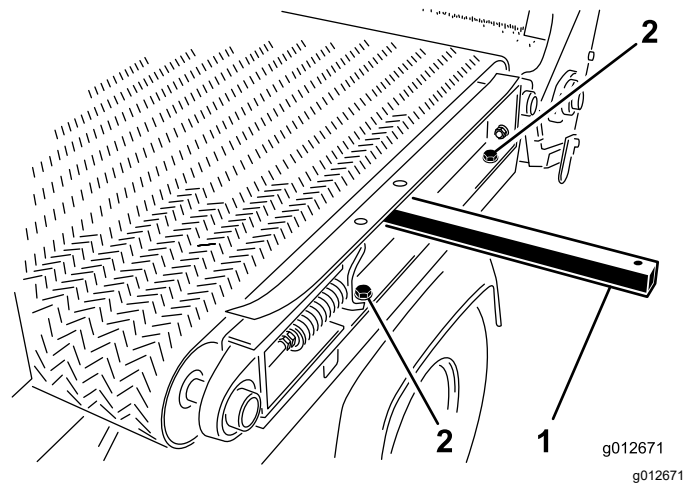

Figura 34
5. Sul lato sinistro della macchina, rimuovete le 2 viti a testa cilindrica e le 2 rondelle che fissano la guida del telaio scorrevole al parafrangente sinistro (Figura 34).
1. Inserite una barra di sollevamento attraverso il foro nella guida del telaio scorrevole di sinistra e sollevatela in modo che ne determini una leggera inclinazione; fate riferimento alla Figura 34 in Smontaggio del pianale scorrevole \(pagina 23\).